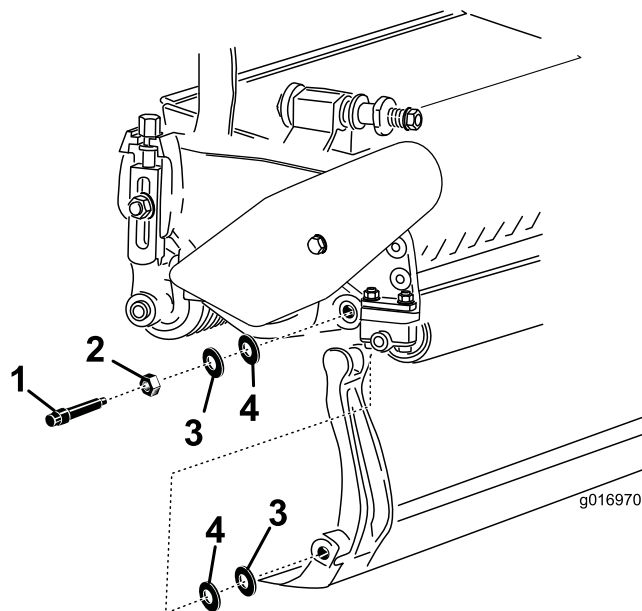

Figura 21
Tenete in considerazione le 2 rondelle di nylon e le 2 rondelle in acciaio stampato su ciascun lato della barra di appoggio (Figura 21).
3. Collocate una rondella di nylon su ciascun lato del risalto della piastra laterale. Posizionate una rondella di acciaio all'esterno di ciascuna rondella di nylon (**Figura 21**).